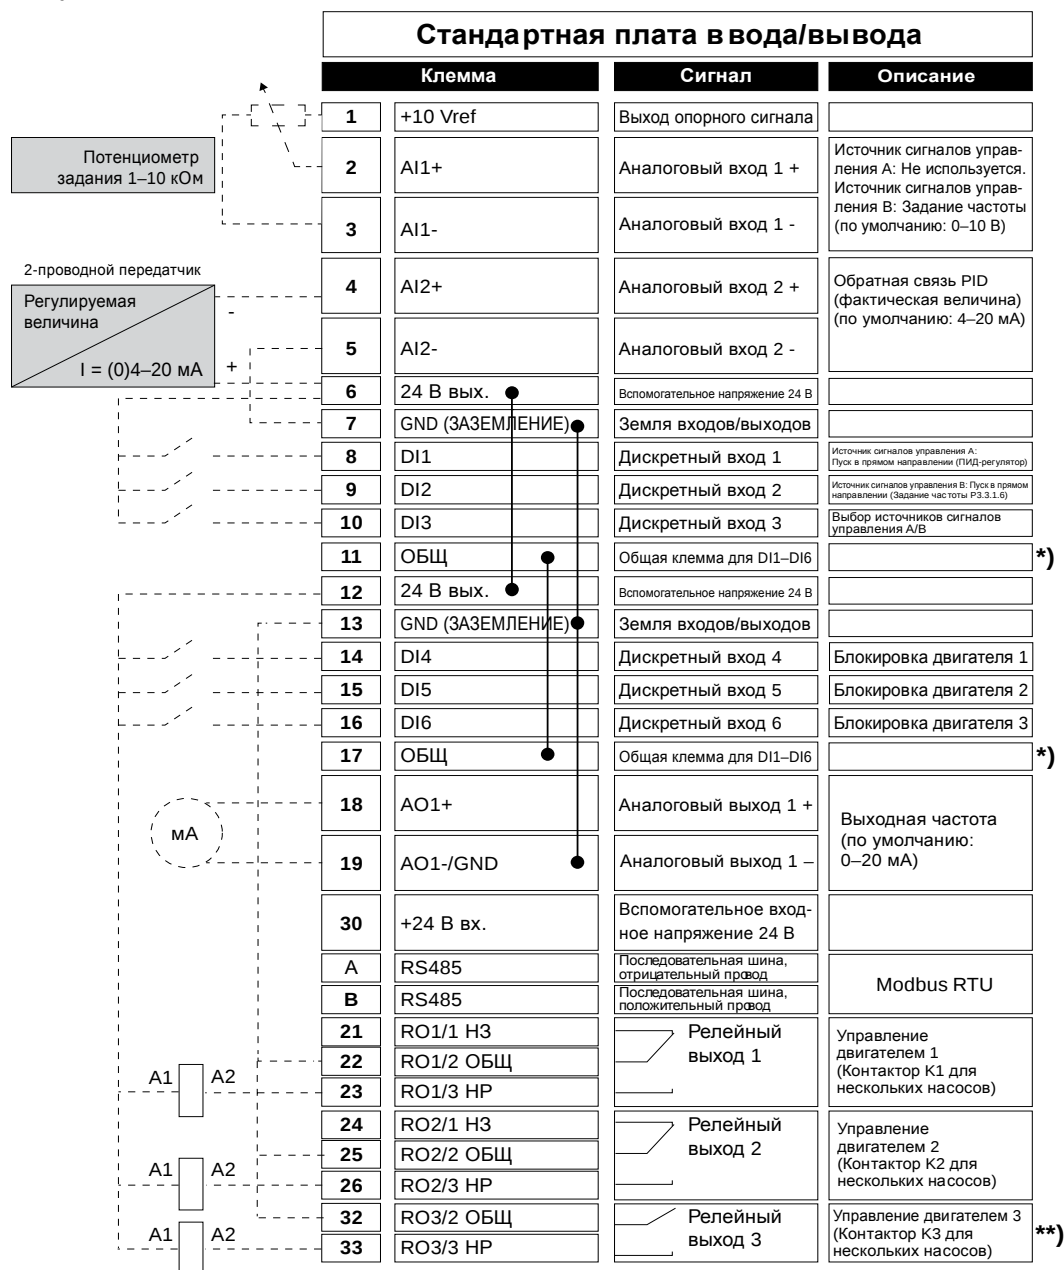

Рис. 12.
**) На рис. 12. показан стандартный привод. При заказе с дополнительным кодом +SBF4 релейный выход 3 замещается термисторным входом. См. *Руководство по монтажу*.